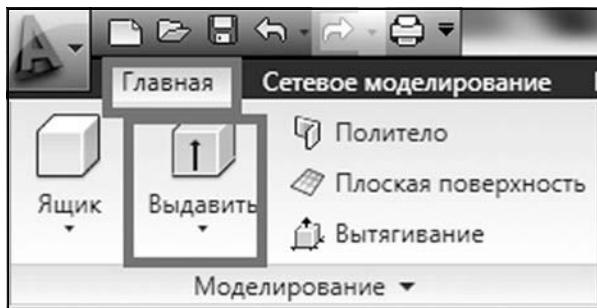

Рис. 7.1. Расположение команды «Выдавить»
- ◆ «Лента»: «Главная» → «Моделирование» → «Выдавить» (рис. 7.1);